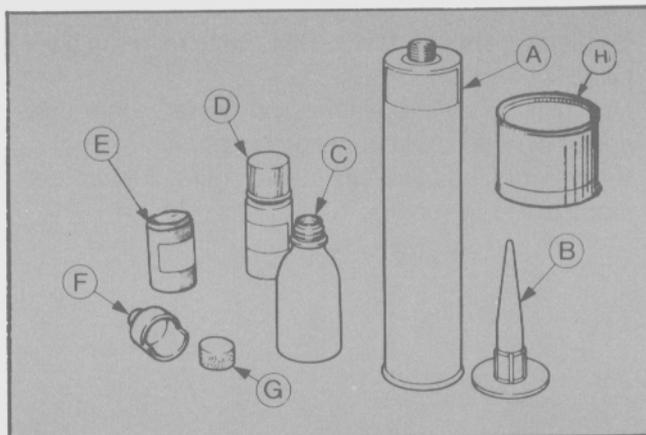

Fig. 12 - Equipo de instalación de cristales.
- Tomar un recipiente con una tapa plástica (frasco) y un fieltro de igual dimensión que la tapa (Fig. 12).
- Transferir una parte del imprimador al recipiente de aplicación y colocar la tapa ya preparada y el fieltro (Fig. 12).